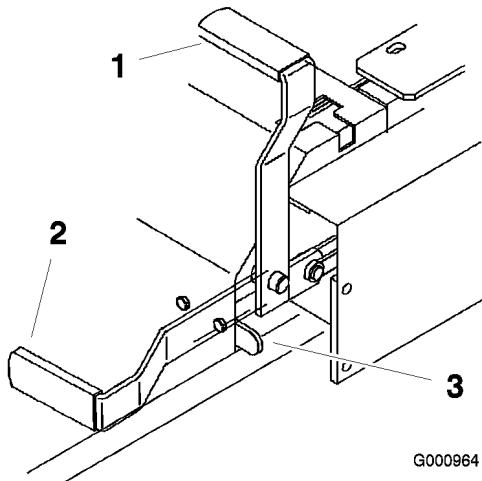

Bild 11
2. Ziehen Sie den Feststellbremsshebel nach hinten und oben, um die Feststellbremse zu aktivieren (Bild 11). Der Feststellbremsshebel muss fest in der aktivierte Stellung bleiben.
Drücken Sie den Feststellbremshandgriff nach vorne und unten, um die Feststellbremse zu lösen (Bild 11). Die Feststellbremse ist gelöst und der Hebel liegt am Bremsanschlag an.